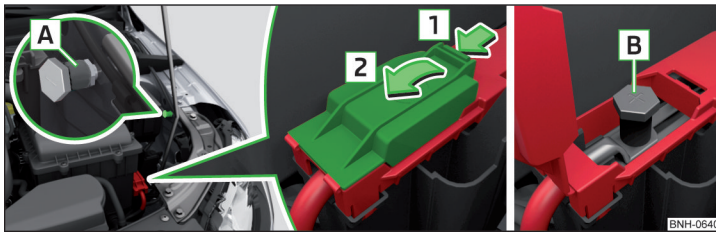

Abb. 252 Massepunkt und Pluspol bei Fahrzeugen mit der Fahrzeugbatterie im Gepäckraum
Der Pluspol **B** befindet sich unter einer Abdeckung im Motorraum » Abb. 252.
- Die Pluspolklemme des Starthilfekabels an der Position **B** » Abb. 252 an-klemmen.